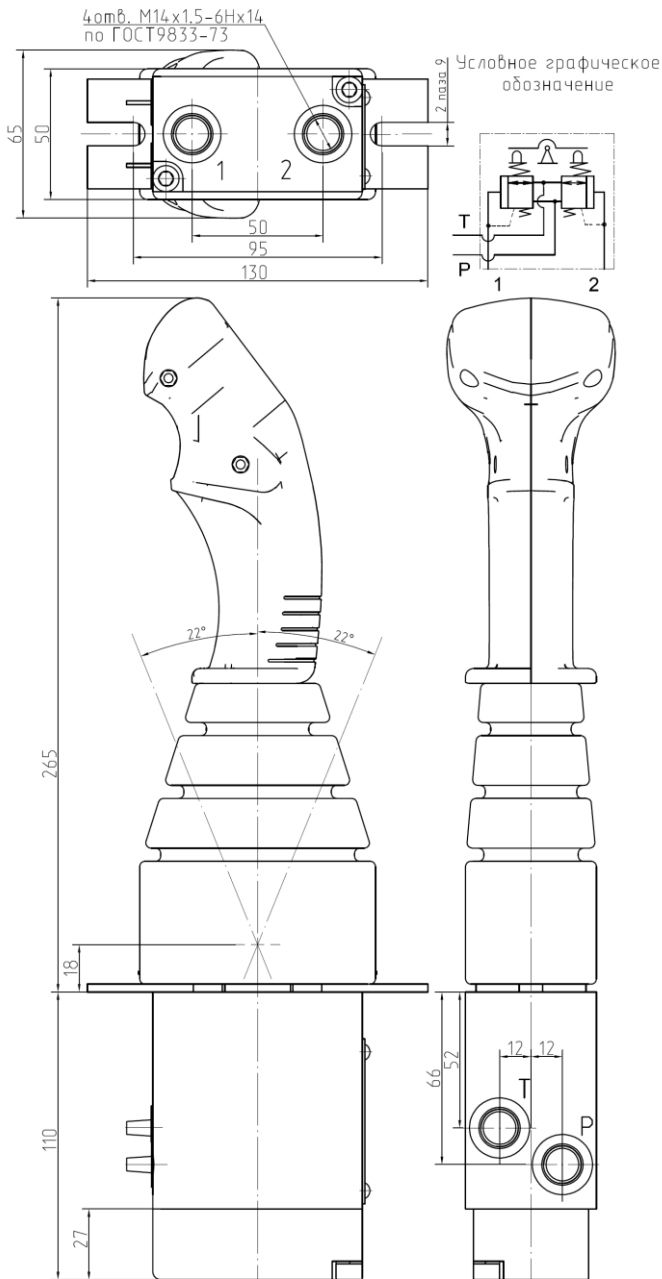

Рисунок 4 – Блок управления 250ВНМ.200
боковой поверхности корпуса, рабочие отводы «1» и «2» расположены снизу в крышке (см. рис. 4).
1.5 Основные габаритные и присоединительные размеры блоков управления, гидравлическая схема, приведены на рис. 4, технические характеристики блоков управления приведены в таблице 1.